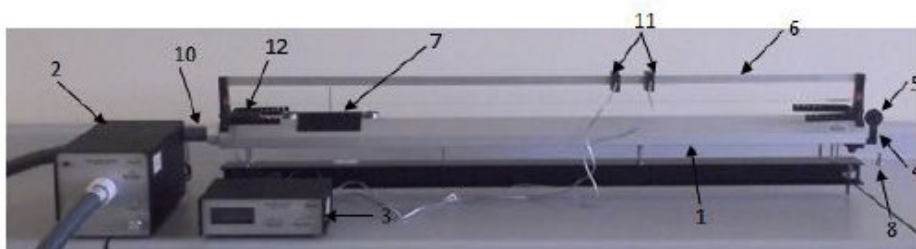

Figura 2. Instalación del Equipo.
1. Instale el equipo como se muestra en la figura 2.